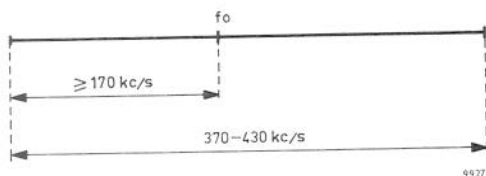

Fig. 33. Asymmetrie van de zwaai in het frequentiegebied 10-11,5 MHz
- Controleer eveneens of de asymmetrie van de frequentiezwaai is als aangegeven in fig. 33.